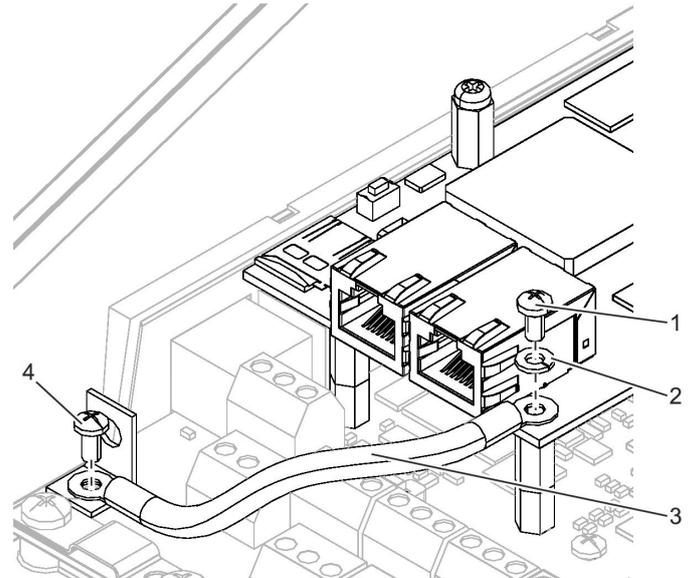

Abb. 52: Erdungsband montieren
- Erdungsband (Abb. 52/3) mit Federscheibe (Abb. 52/2) und Befestigungsschraube (Abb. 52/1) am Erweiterungsmodul EM-IP befestigen.
- Falls demontiert, anderes Ende des Erdungsbands (Abb. 52/3) mit Befestigungsschraube (Abb. 52/4) an Erdungsanschluss der Grundplatte befestigen.